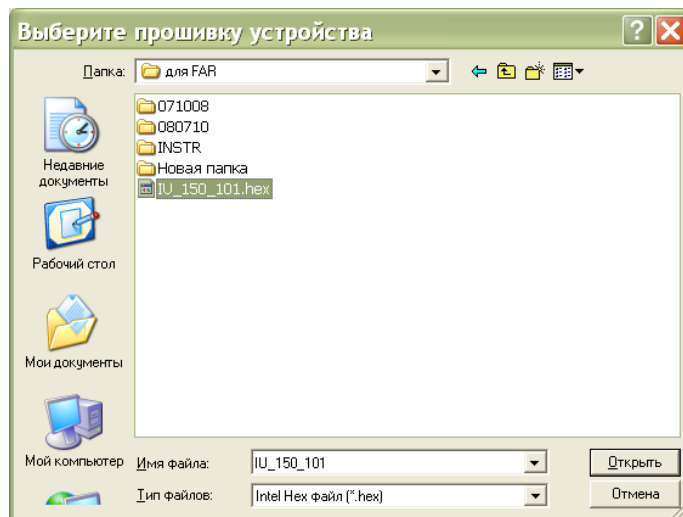

Рисунок 15
6) Затем в открывшемся окне выбрать файл программы, которую требуется записать в БПДД-CAN (рисунок 15).